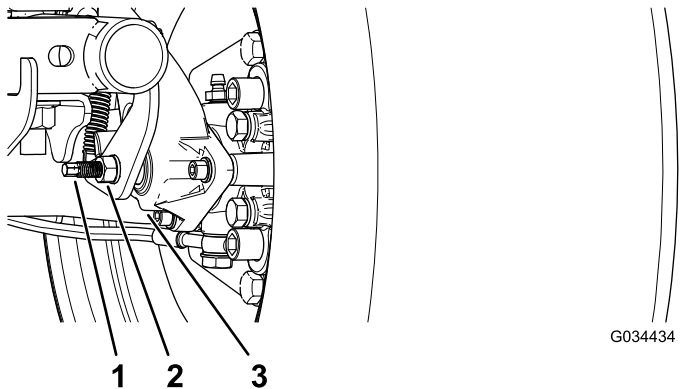

Figura 64
3. Utilizando duas chaves, segure ajustando o poste na pinça em posição com uma chave e desaperte a porca de retenção cerca de 1/4 de volta com outra chave (Figura 64).
4. Enquanto segura o polo de ajuste e a porca de retenção no lugar, rode o polo de ajuste para apertar (Figura 64).
5. Enquanto segura o polo de ajuste e a porca de retenção no lugar, afaste cerca de 1/4 de volta (Figura 64).
6. Enquanto segura o polo de ajuste e a porca de retenção no lugar, aperte a porca de retenção (Figura 64).